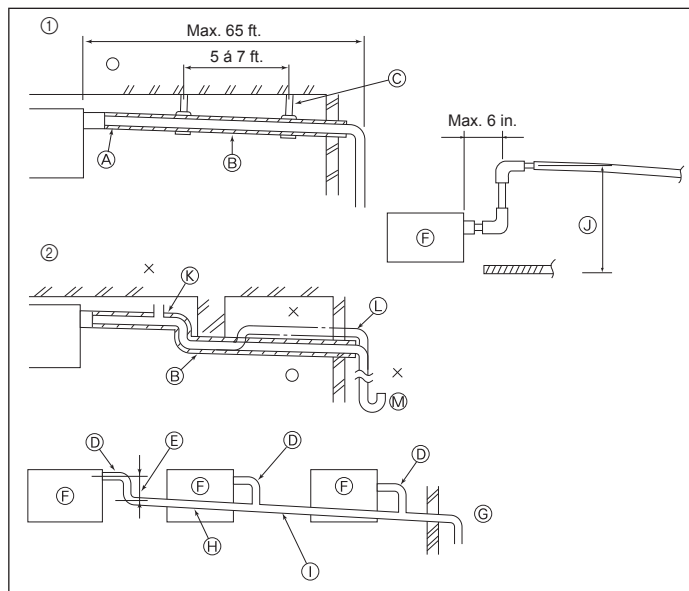

Fig. 4-5
4.4. Mise en place du tuyau d'écoulement (Fig. 4-5)